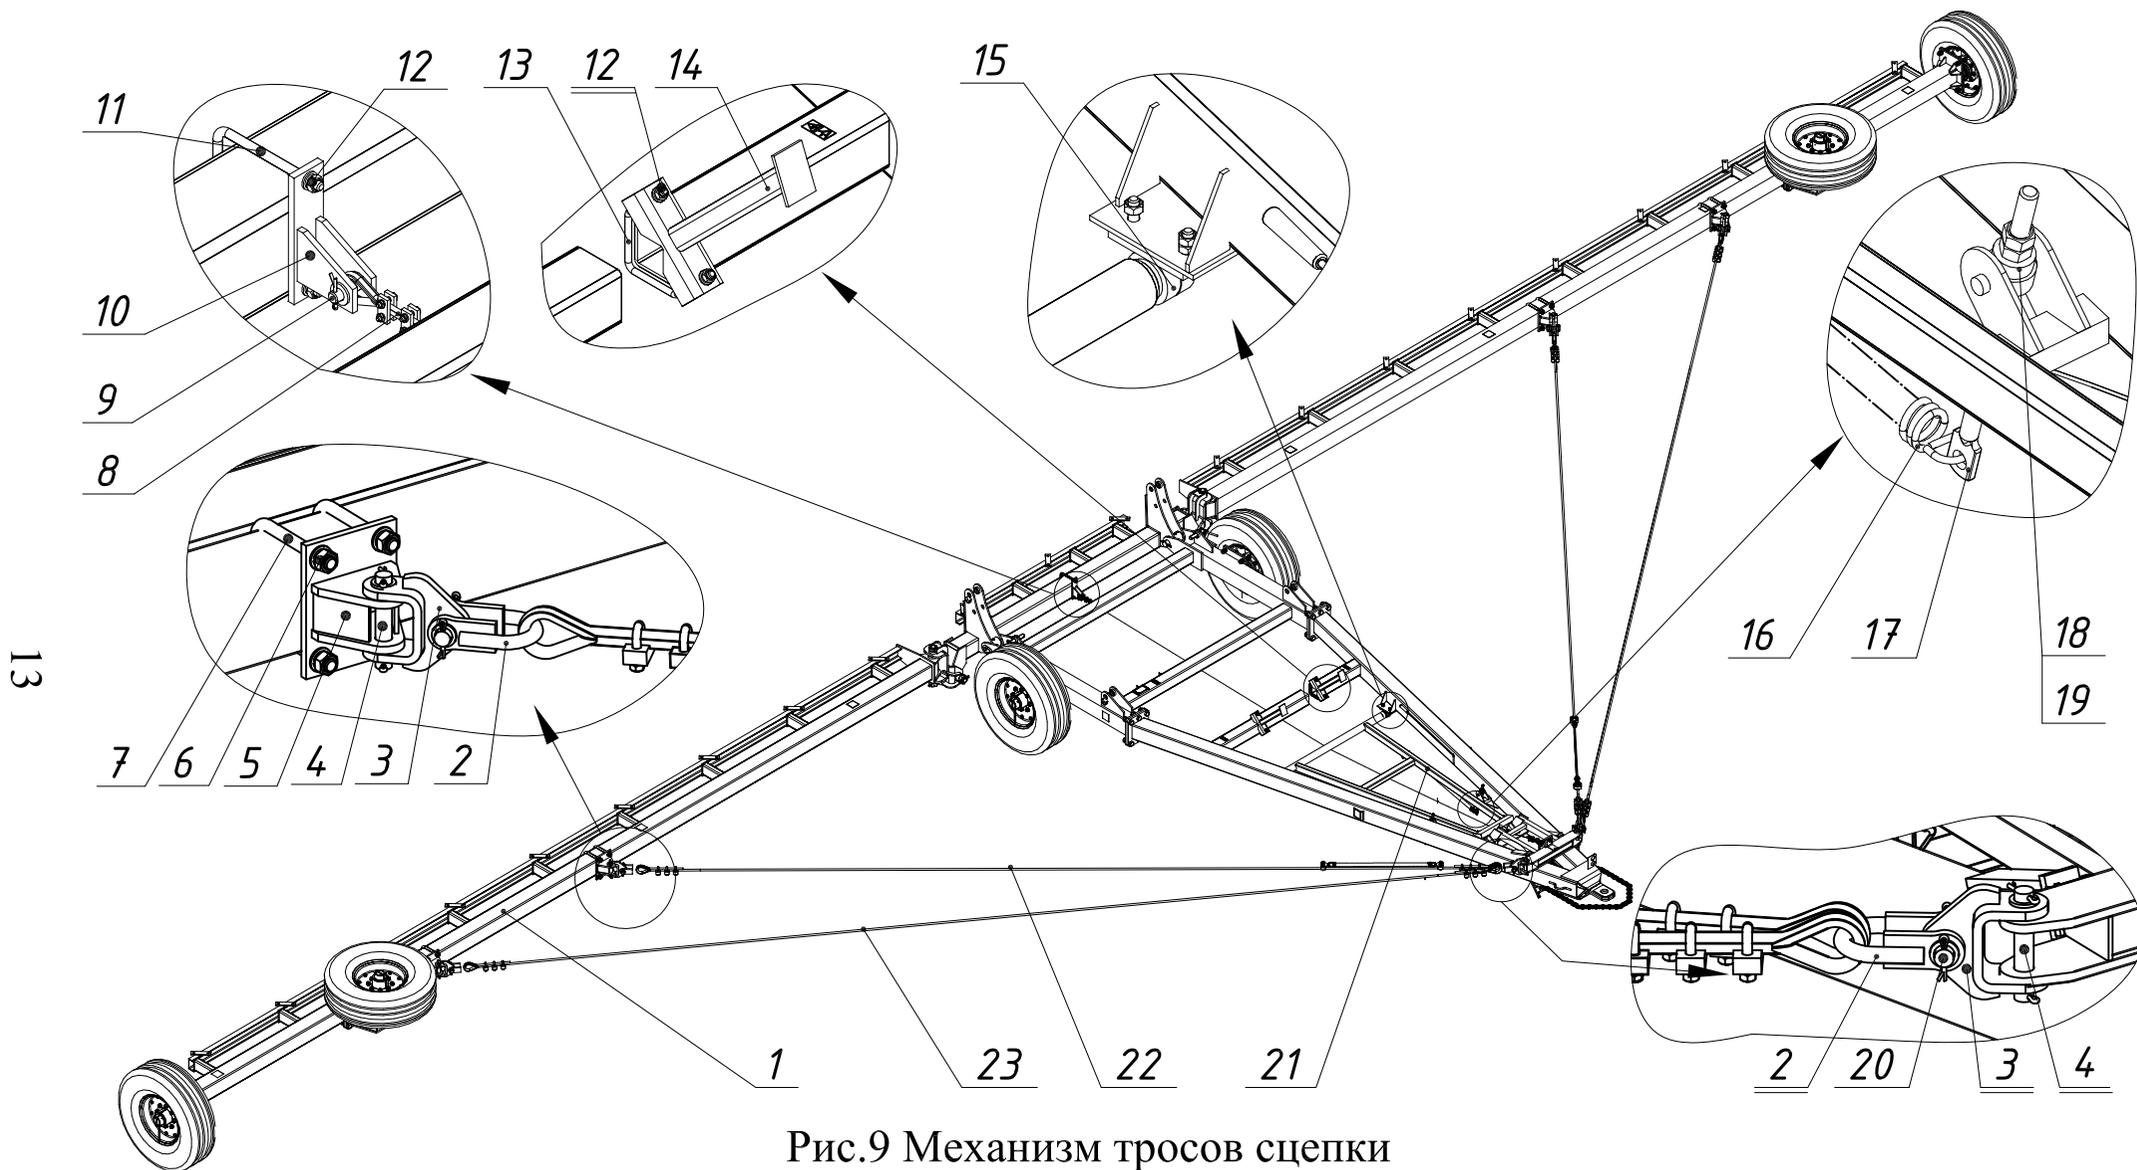
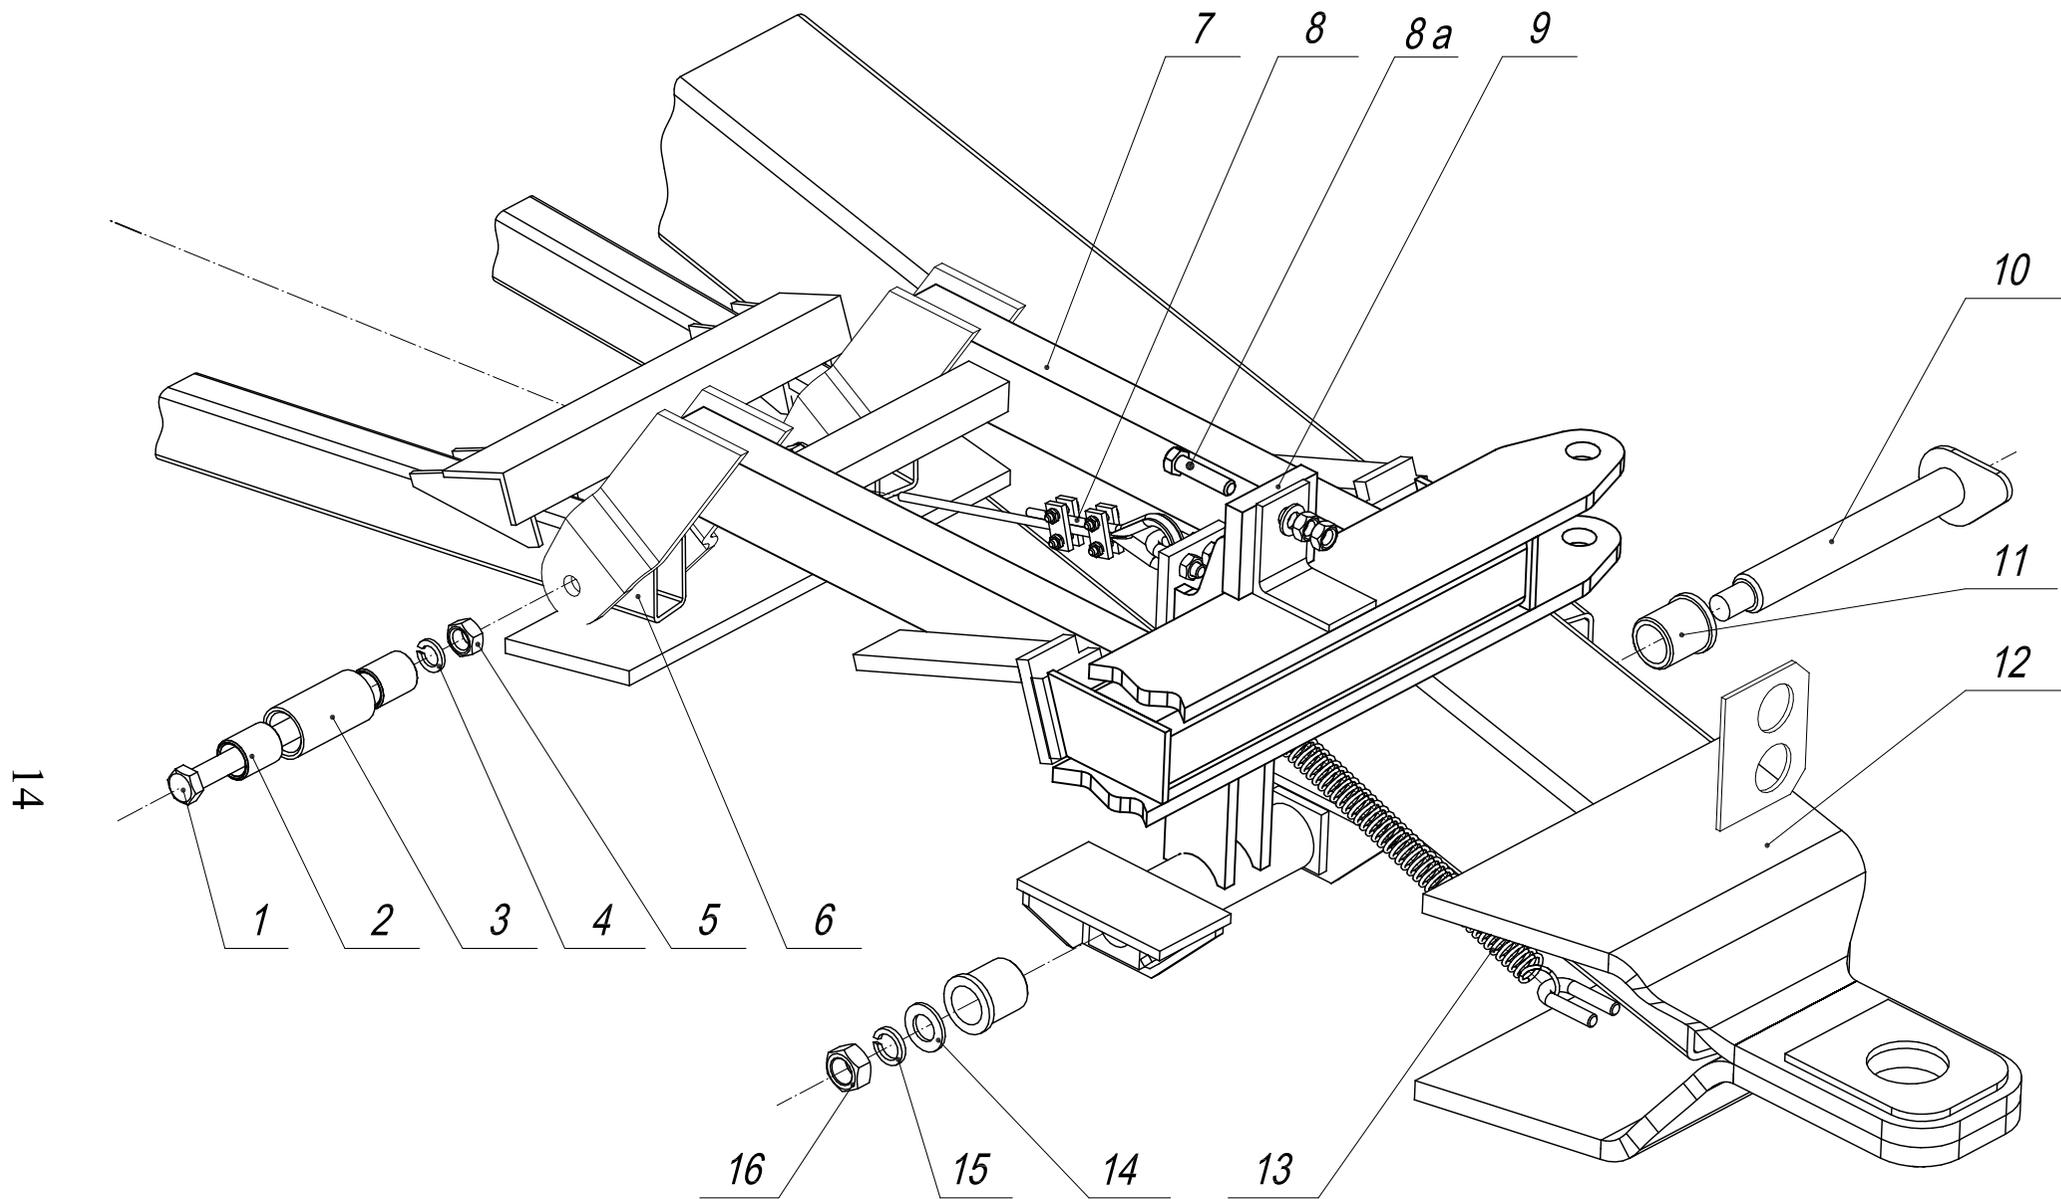

Рис.9 Механизм тросов сцепки
Рис.10 Штанга СГВ 04.010
2.1.7. Тросовый механизм (рис.9,10) служит для фиксации тросовых растяжек во время работы и их расфиксирования при переводе сцепки в транспортное положение. Механизм состоит из канатов 22 и 23 (Ø14) соединенных со штангой 21 (шарнирно закрепленной на дышле сцепки)и с боковыми балками сцепки через скобы 2, 3 и кронштейн 5.
Фиксатор 9 (рис.10) приводится в движение (при переводе сцепки в транспортное положение) тросом 8, который прикреплен к центральной балке через кронштейн 10 (рис.9). В обратное положение фиксатор возвращается под действием пружины 13 (рис.10). Для ограничения проворота штанги на дышле снлицы смонтированы упоры 14(рис.9). Штанга 21 (рис.9) возвращается в рабочее положение пружиной 16. Н коротких тросах 22 монтируются пружины 16, которые предотвращают провисание троса в транспортном положении.